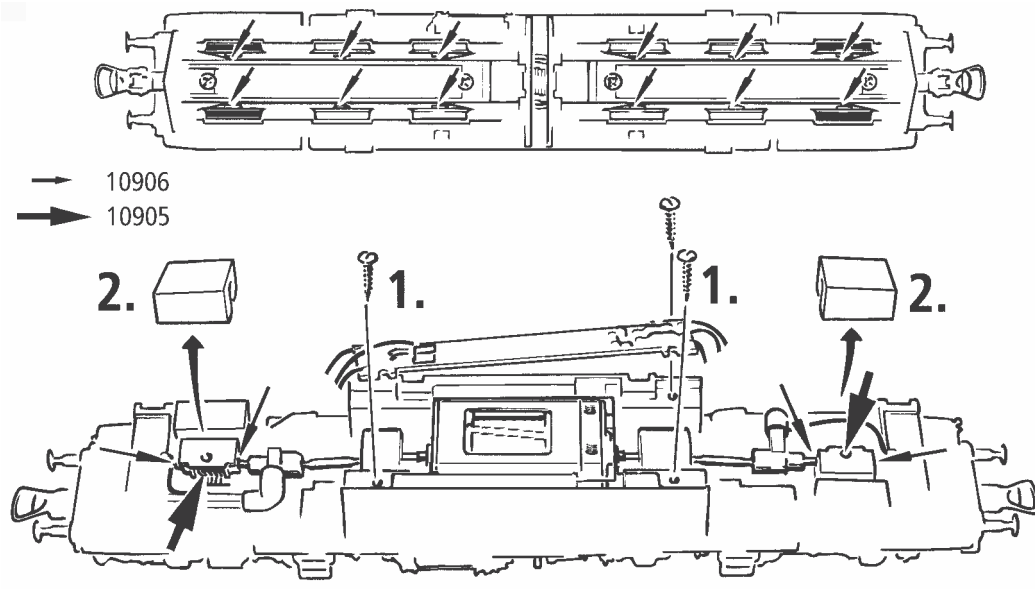

Fig. 8
3. Haftreifenwechsel: Zuerst den Getriebedeckel abnehmen (Fig. 4). Danach den **Radsatz** herausnehmen und die **Haftreifen** mit einer Nadel od. mit einem feinen Schraubendreher abziehen (Fig. 8). Beim Aufziehen der neuen Haftreifen darauf achten, dass diese sich nicht verdrehen.
3. Change of traction tyre: Remove the gear cover (fig. 4). Take out **wheel set** and remove **traction tyre** using a pin or a fine screwdriver (fig. 8). When pressing on the new traction tyre please **avoid twisting it**.
3. Échange des bandages d'adhérence: Démontez d'abord **le couvercle du carter des engrenages** des engrenages (fig. 4). Délogez ensuite les essieux bandagés et enlevez, à l'aide d'une aiguille ou d'un tourne-vis fin, les bandages d'adhérence (fig. 8). Lors du montage des nouveaux bandages veuillez veiller à ce que les bandages **ne soient pas tordus**.